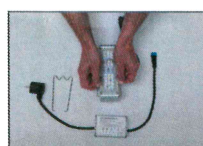

Abbildung 4
Die mitgelieferten Haltebügel (2) können an den beiden Nuten im Randbereich des Kühlkörpers eingehängt werden und erlauben so eine flexible Orientierung der Leuchte. Die Abbildungen 2 und 3 zeigen die unterschiedlichen Befestigungsvarianten. Um die Haltebügel (2) einzuhängen, spreizen Sie diese von Hand auseinander. Abbildung 4 illustriert den Ein- und Ausbau der Haltebügel (2).